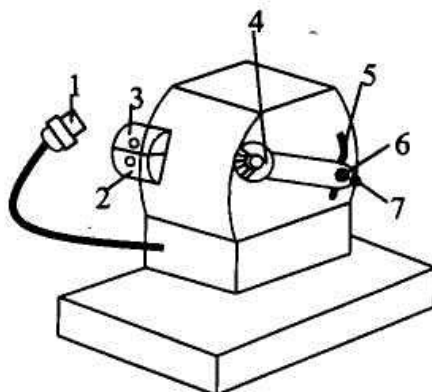

Рис. 10
1. Перед выполнением работы открыть камеру измерительной призмы 2 (рис.10) и проверить чистоту поверхности призмы. Загрязнения и пыль осторожно удалить ватой или салфеткой.